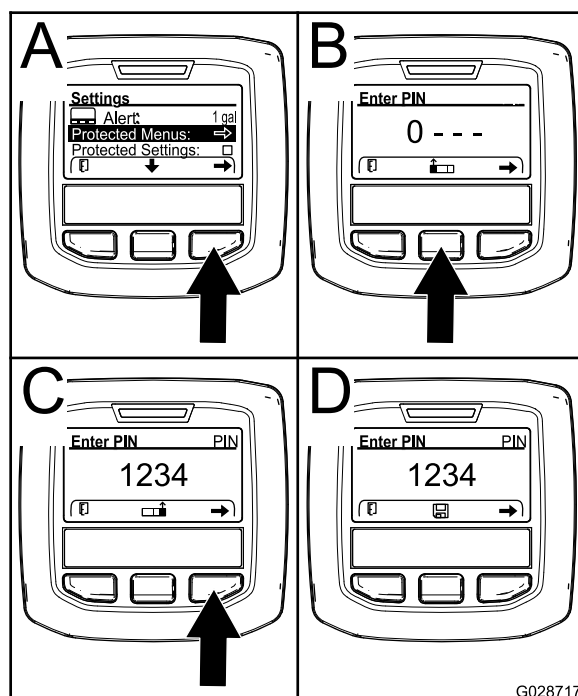

图12
3. 按右侧选择按钮选择受保护菜单 图12。
- 按中间选择按钮 图12 中的 B可增加数值09。
- 按右侧选择按钮 图12 中的 C可将光标移至右边的下一个数值位置。
- 注意** 保存图标将显示在中间选择按钮的上方 图12 中的 D。